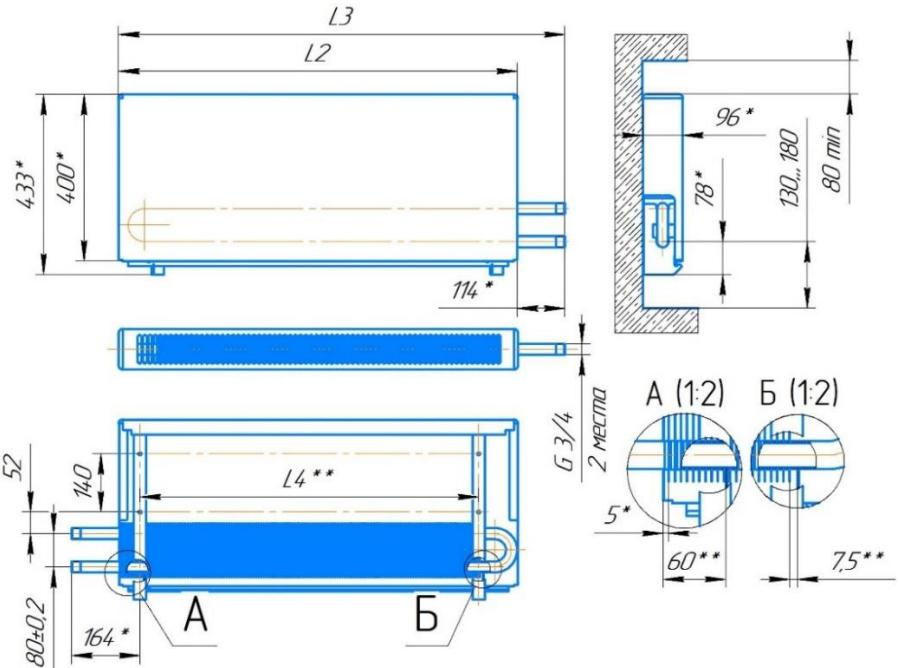

Рис. 1 – Конвектор «Универсал ТБ м».
3. Конвекторы выпускаются в концевом или проходном исполнении, с патрубками для подвода теплоносителя, расположенными с правой или левой стороны прибора, концы присоединительных патрубков гладкие (под сварку) или с растробами с резьбой наружной G 3/4" (HP 3/4) или с резьбой внутренней G 1/2" (BP 1/2), габаритные и присоединительные размеры указаны в рис. 1.